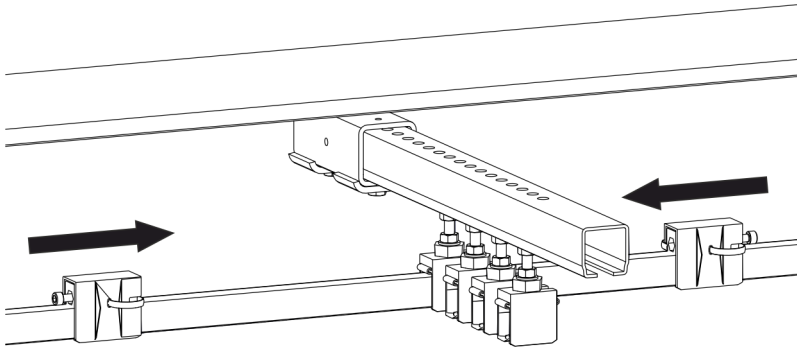

Abb. 92: Fixpunkt клемmen 0812 an Schienenhalter schieben
- Fixpunktklemmen bis an den Schienenhalter heran schieben (siehe Abb. 92).